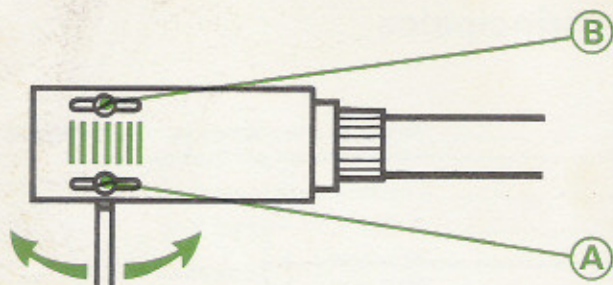

Fig. 8
- Serrer la vis (A) sans la bloquer (Fig. 8).
- Placer la cellule dans l'axe de la tête de lecture en agissant sur le doigt de préhension (21) pour que la vis (B) soit à la même hauteur que la vis (A) (Vous fier aux traits gravés sur le porte-cellule).